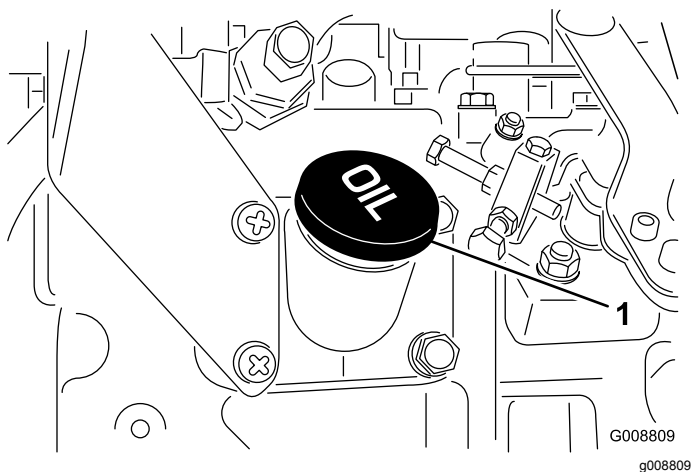

Bild 52
4. Wenn der Ölstand unter dem sicheren Bereich liegt, nehmen Sie den Fülldeckel ab (Bild 52) und gießen Sie genug Öl ein, um den Ölstand bis zur VOLL-Markierung anzuheben.